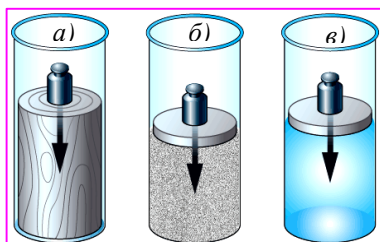

Рис. 27.3. Тела: а) твёрдое; б) сыпучее; в) жидкое.
1. По рис. 27.3 объясните передачу давления твердым, сыпучим телами и жидкостью. Изобразите стрелками, как передается давление.